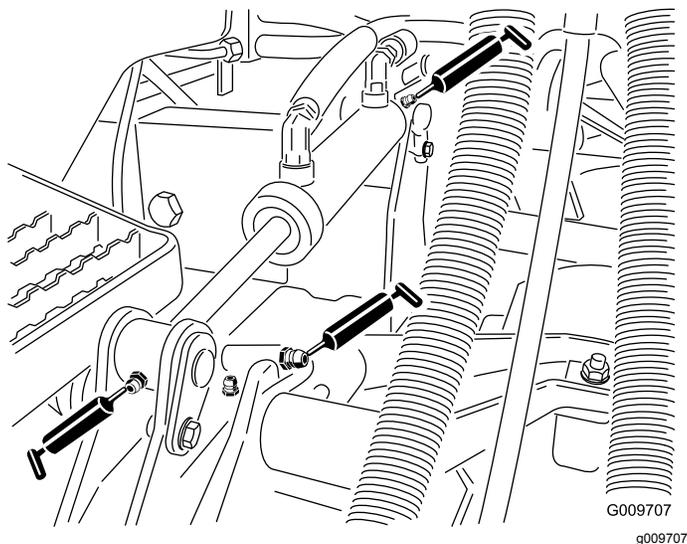

Рисунок 51
- Втулки рычага подъема (по 1 шт. на каждой деке) (Рисунок 51)
- Втулки гидроцилиндра подъема (по 2 шт. на каждой деке) (Рисунок 51)